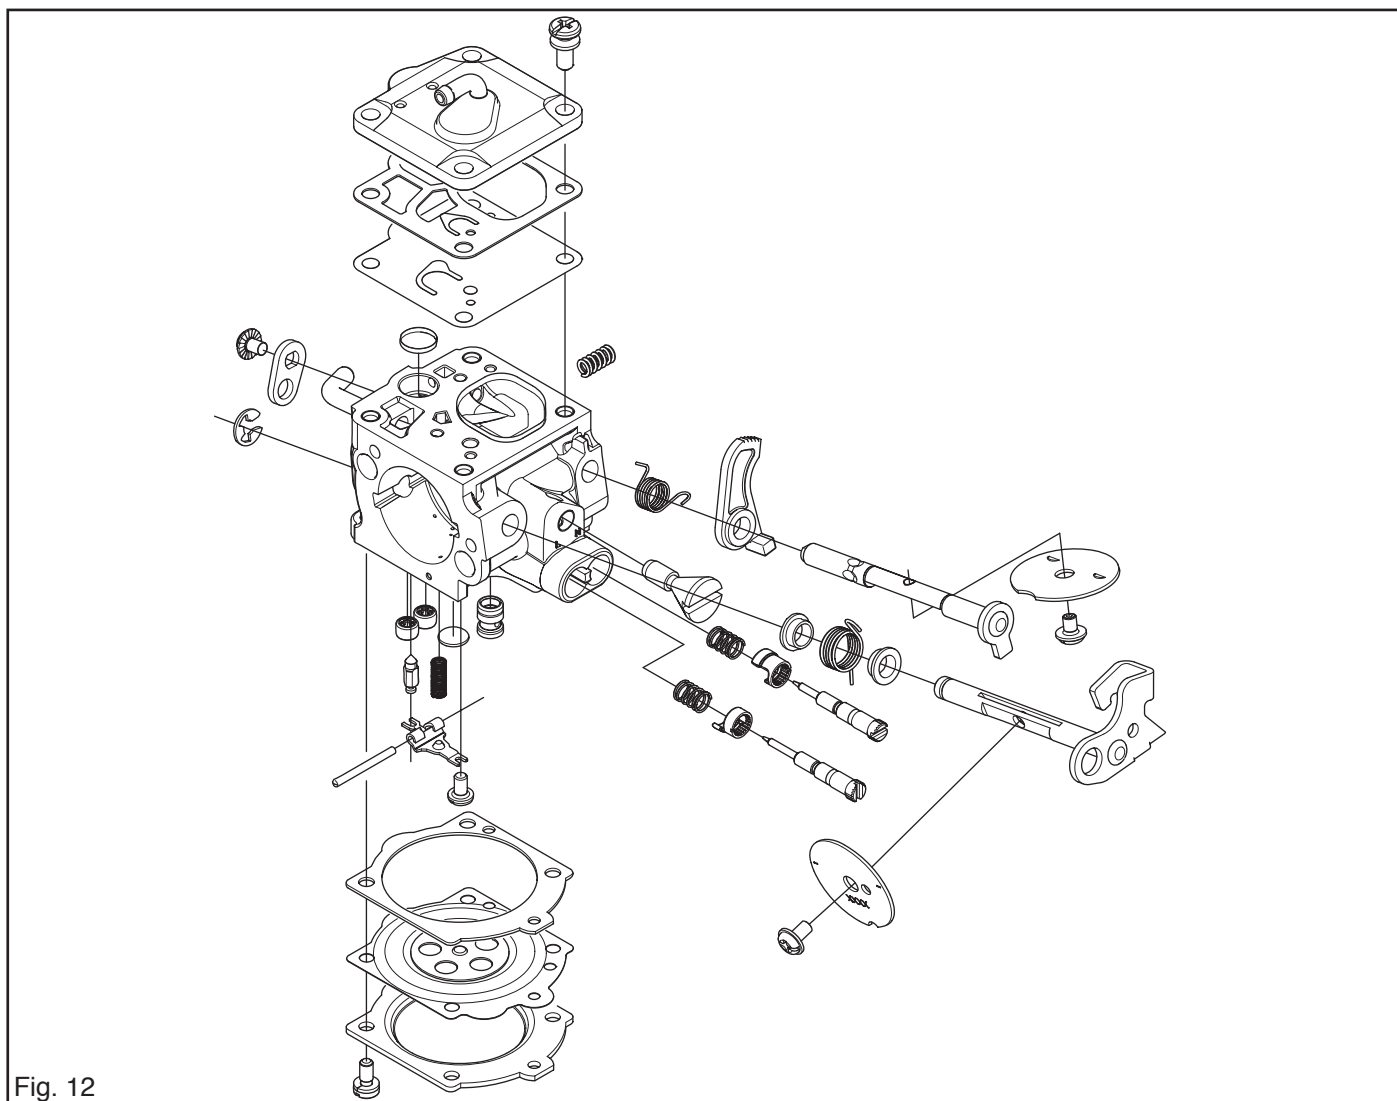

Fig. 12
11. Dévissez et retirez les vis des pointeaux de haut et de bas régimes. Voir fig. 12.
12. Si nécessaire, dévissez les papillons d'accélération et de starter, puis retirez les tiges conjointement avec les bras de levier et les ressorts. Voir fig. 12.
Si aucune figure n'est spécifiée, reportez-vous à la vue éclatée de la figure 12 (page précédente).